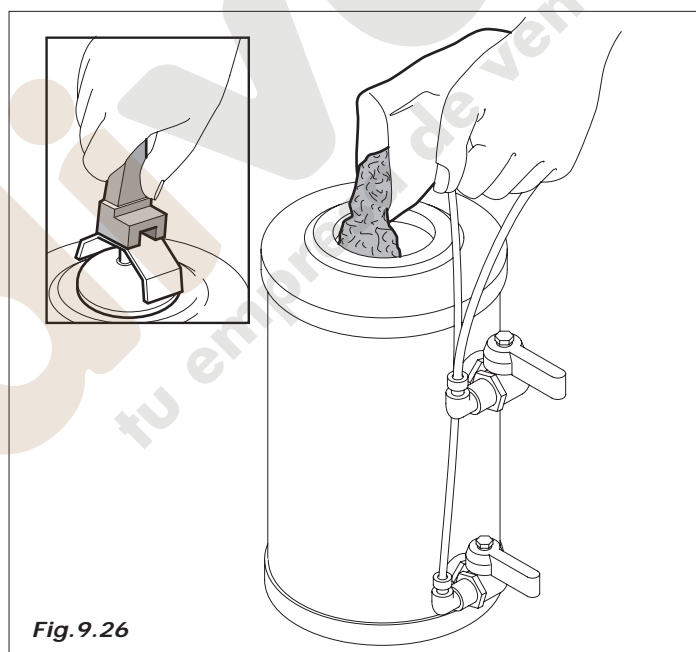

Fig. 9.26
- Abrir la tapa e introducir 1,5kg. de sal de cocina (Fig. 9.26)